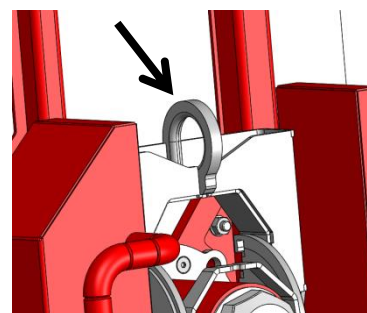

Abbildung: 10
- Hängen Sie den Vacuümlifter mit der Hebeöse an den Kranhaken an (siehe Abbildung 10).